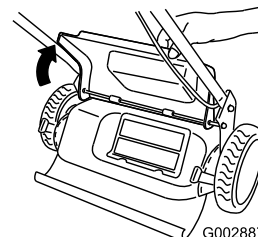

Bild 29
4. Heben Sie die hintere Tür an und halten Sie sie hoch (Bild 29).